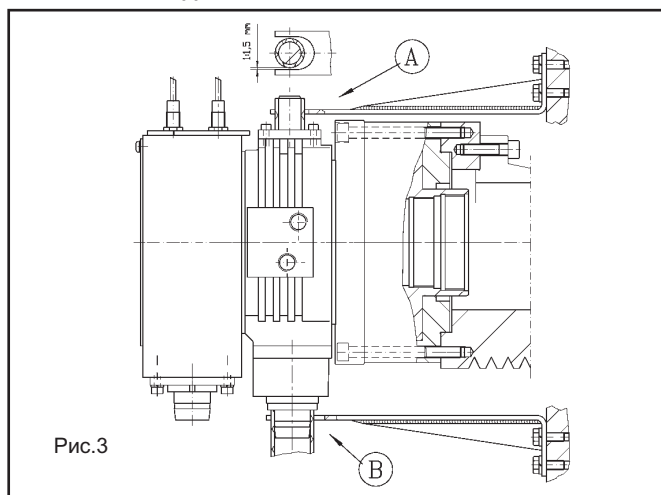

Рис.3
- 3.3 Масляный распределитель (см. рис.3, А или В) - невращающаяся часть цилиндра, должен удерживаться в нужном положении прикрепленной к станку скобой. Она не должна оказывать осевую нагрузку и должна иметь радиальный зазор в 2-3 мм. Дренажные трубки для масла и СОЖ должны находиться в вертикальном положении для обеспечения слива самотеком.